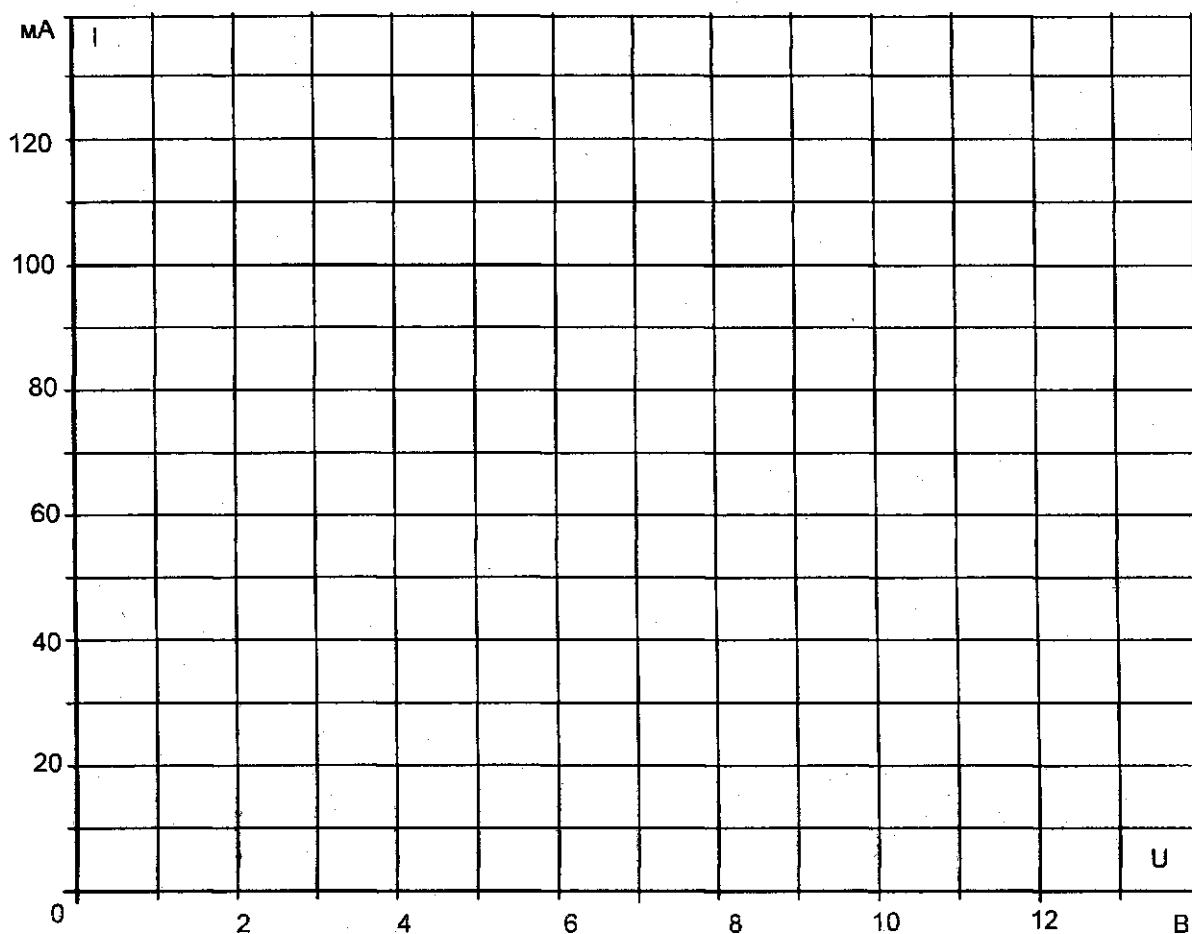

Рис. 3.2
- По данным табл. 3.1 постройте зависимости $U(I)$ при трёх значениях сопротивления на графике (рис. 3.2).